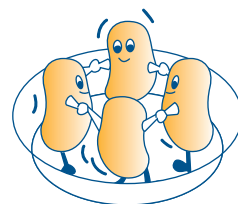

fig. 6
- 5) Indien meerdere porties van hetzelfde voedsel bereid worden, bijvoorbeeld gekookte aardappelen, deze in een ring in een vuurvaste schaal schikken om een gelijkmatige bereiding te verkrijgen (fig. 6).